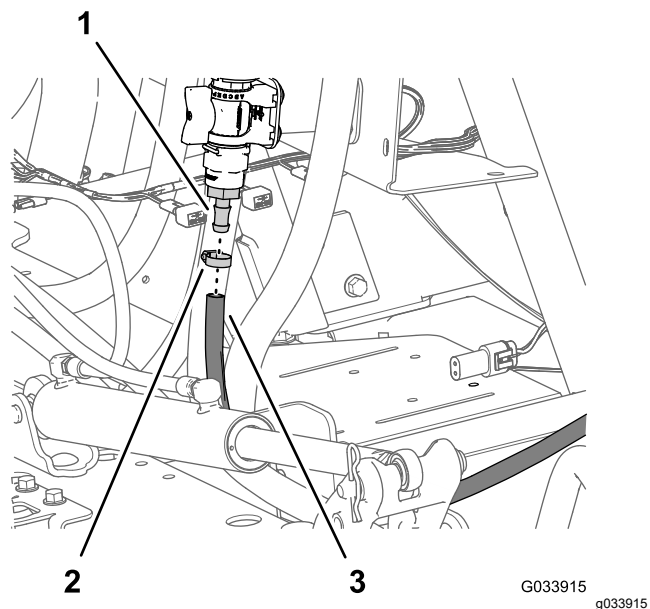

图 36
6. 将喷枪杆软管安装到控制阀的宝塔形软管接头上并使用软管夹将软管固定到接头上 图 36。